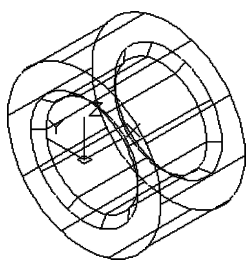

图 13-37 倒角处理
(5) 倒角处理。单击“三维工具”选项卡“实体编辑”面板中的“倒角边”按钮，对孔两端进行倒角处理，倒角距离为 1。结果如图 13-37 所示。